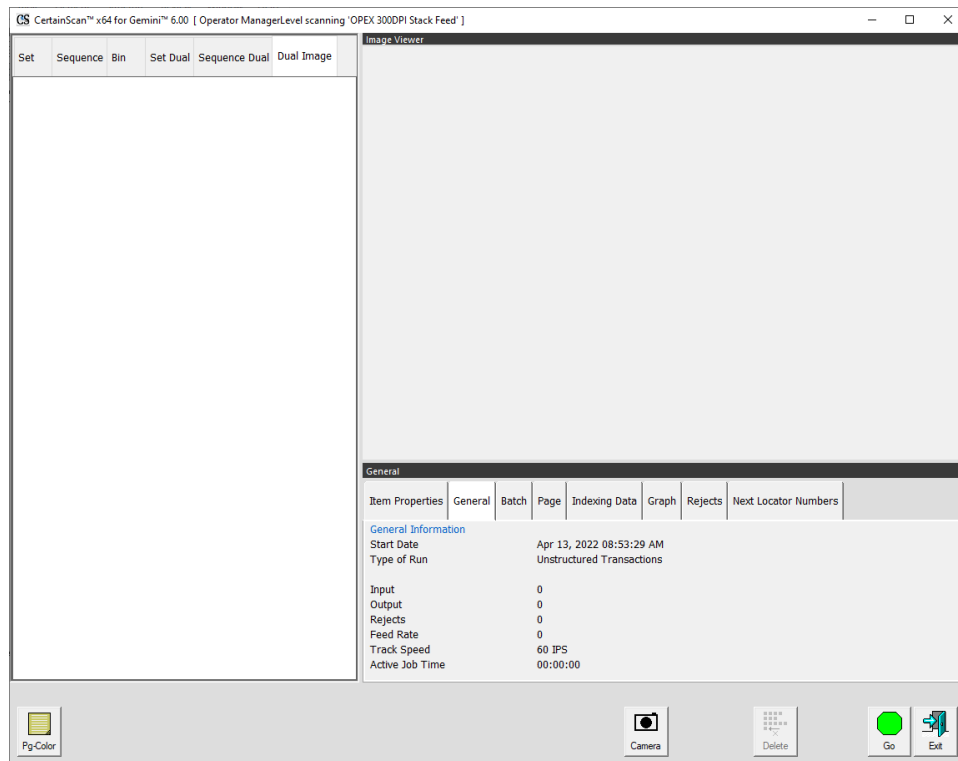

Figura 3-9: Pantalla de ejecución
- Pantalla de ejecución: Se muestran los tipos de páginas de trabajo, haga clic en el botón **Ir** para empezar a escanear. No es necesario introducir datos por lotes (Figura 3-9).